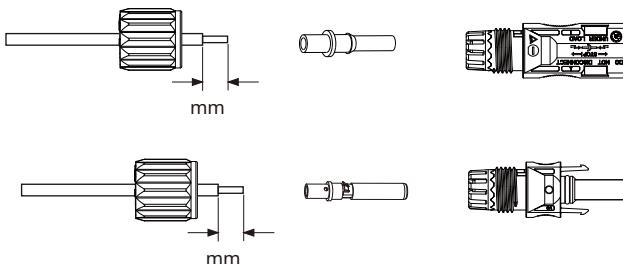

Imagen 3.3 Desmontar la tuerca de la tapa del conector
a) Pele el cable de CC aproximadamente 7 mm y desmonte la tuerca de la tapa del conector (ver imagen 3.3).